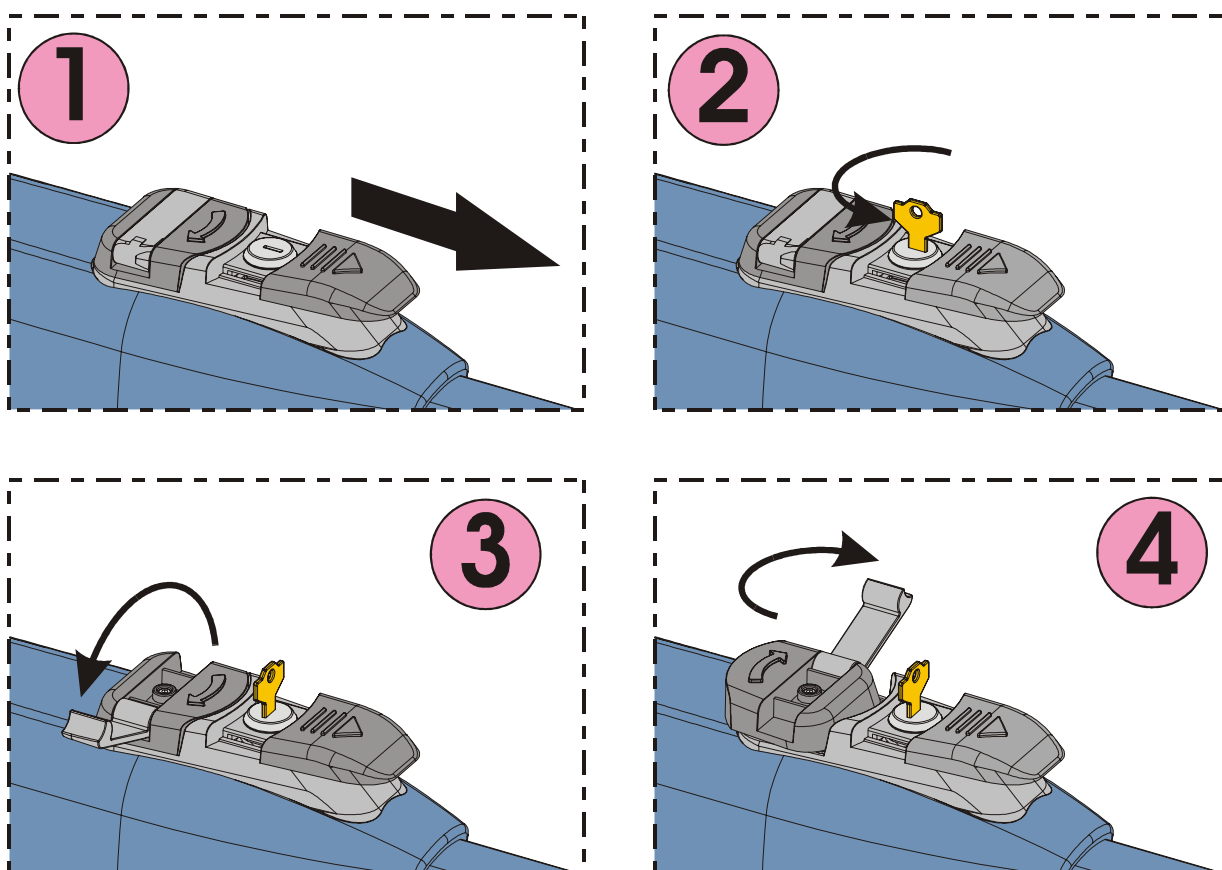

Fig. 22
- 2) Faire coulisser le capuchon de protection, Fig.22/1.
- 3) Introduire la clé et la tourner de 90°, Fig.22/2.
- 4) Soulever le levier de manœuvre, Fig.22/3.
- 5) Pour débloquent l'opérateur tourner de 180° le levier de manœuvre dans la direction de la flèche présente sur le système de déblocage, Fig.22/4.